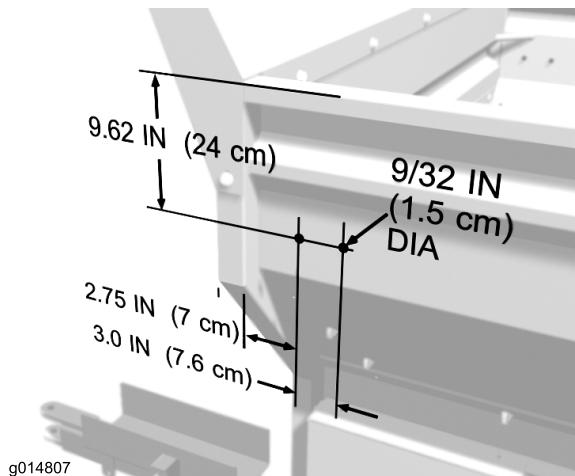

Figura 1
- Utilizando as dimensões indicadas em Figura 1, localize a marca e faça (2) furos de 7 mm de diâmetro no lado esquerdo frontal da tremonha. Repita o procedimento no lado direito da tremonha.